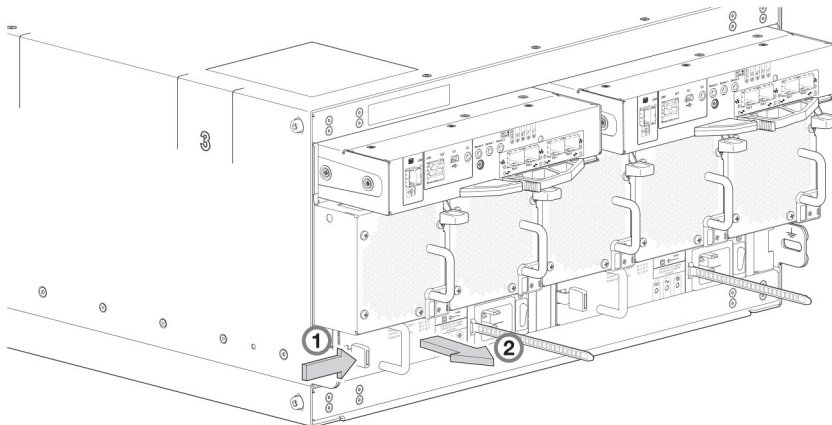

Figure 65. Retrait d'un bloc d'alimentation (1 sur 2)
- 7 Consultez l'article Figure 65. Retrait d'un bloc d'alimentation \(1 sur 2\) lorsque vous effectuez cette étape :
- b Avec l'autre main, saisissez la poignée et tirez le bloc d'alimentation vers l'extérieur (détail n° 2). Maintenez le bloc d'alimentation des deux mains et retirez-le du boîtier. Consultez l'article Figure 65. Retrait d'un bloc d'alimentation \(1 sur 2\).
- 2 Orientez le bloc d'alimentation de sorte qu'il est prêt à être inséré dans l'emplacement cible sur le panneau arrière du boîtier, comme illustré dans Figure 65. Retrait d'un bloc d'alimentation \(1 sur 2\).